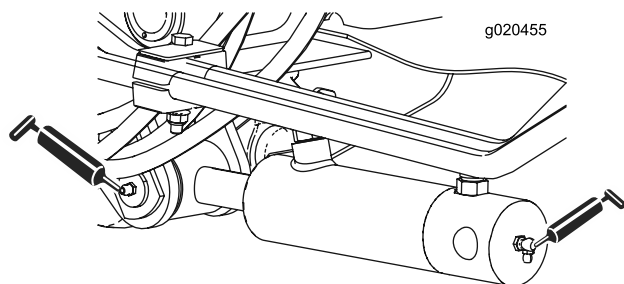

Figura 43
- Casquillos de los cilindros de los brazos de elevación (2 en cada lado) (Figura 43)